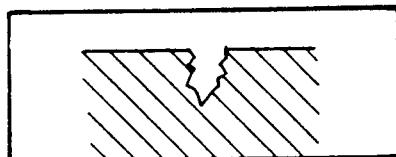

Fig. 1
- С помощью этих мер удаляются все остатки жира, которые могут заполнять или закрывать трещины /рис. 1/.